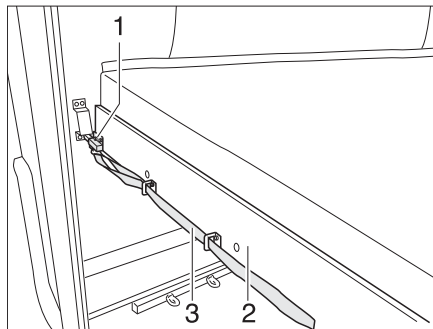

Fig. 156 Lit superposé (arrière)
- Tirer sur la boucle (Fig. 156,3) et désenclencher le verrou (Fig. 156,1).
- Tirer le sommier à lattes (Fig. 156,2) avec le matelas vers l'avant jusqu'à ce qu'il s'enclenche.